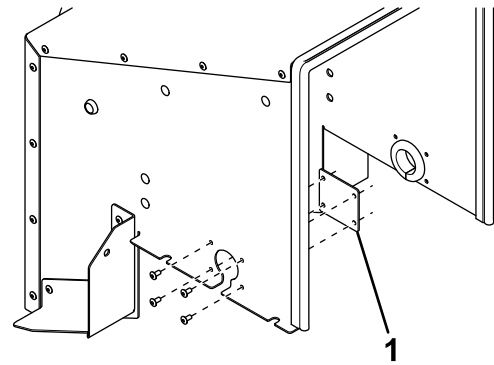

Figure 13
1. Déposez la plaque passe-câble sur le côté droit du capot arrière (Figure 13).